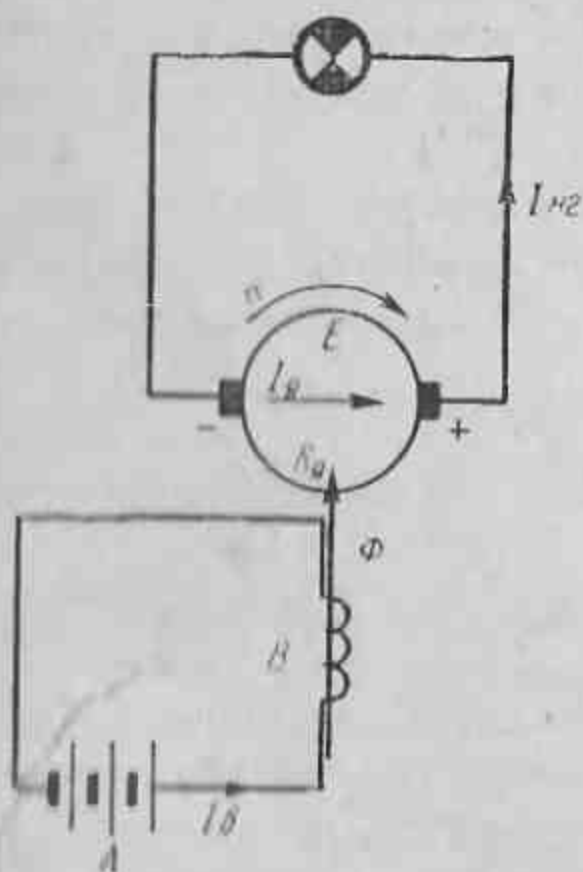

Рис. 35. Принципиальная схема генератора независимого возбуждения.
У генератора независимого возбуждения обмотка возбуждения B получает питание от постороннего источника тока — аккумулятора A (рис. 35). Ток возбуждения I_B , проходя по обмотке возбуждения, создает в полюсах магнитный поток Φ , пронизывающий обмотку якоря. При вращении якоря первичным двигателем в обмотке якоря индуцируется э. д. с. $E_{\text{я}}$, величина которой, согласно формуле (14), зависит от магнитного потока и скорости вращения якоря.